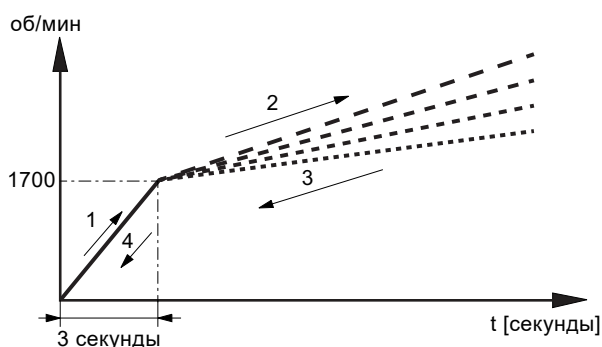

Рис. 20 Линейно нарастающая характеристика BMS hp
1. Запустите питающий насос (1) и убедитесь, что давление на входе (2) насоса BMS hp выше 0,5 бар (6" BMS hp) или 1,0 бар (8" BMS hp).
4. Увеличение частоты вращения насоса BMS hp происходит в соответствии с заводскими настройками. См. рис. 20 (1).